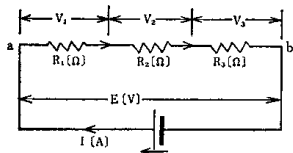

图 1-11 电阻的串联
a. 串联 把电阻 R_1 , R_2 , R_3 按图 1-11 方式联接起来，称为串联连接。在这些电阻中流过的电流是相同的。三个联在一起从 ab 两端所看到的总的电阻就是等效电阻。在 ab 之间加 E 伏电压，设流过 I 安的电流，则降落在各个电阻 R_1 , R_2 , R_3 上的电压分别为 V_1 , V_2 , V_3 ，由于是串联连接，无论哪个电阻都流过 I 安的电流，